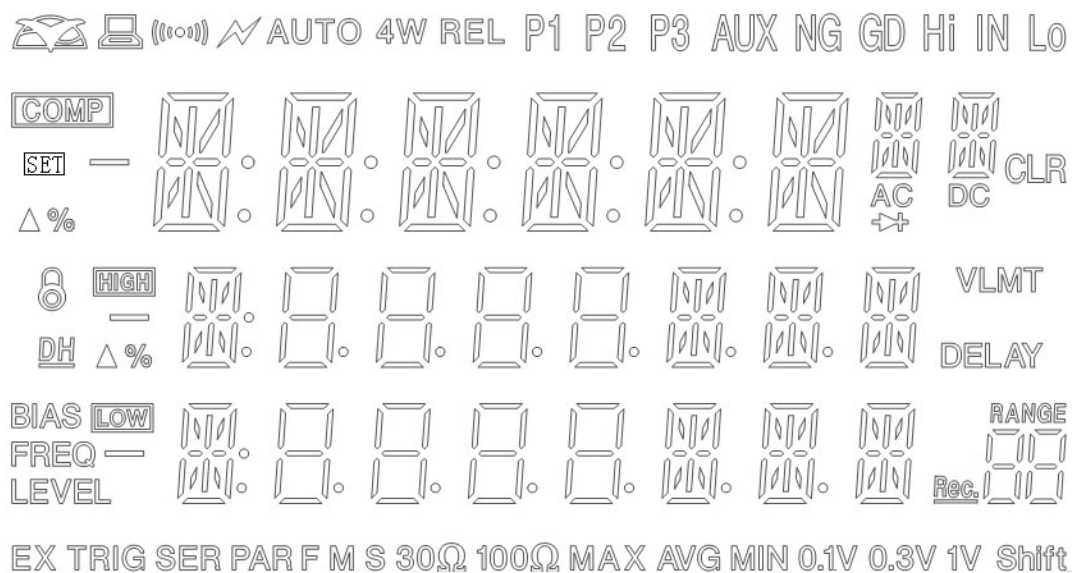

图 2-1
- 3、显示窗（图 2-1）：显示公司图标、测试数据及单位、设置数据及单位、分选结果、设置界面等等。